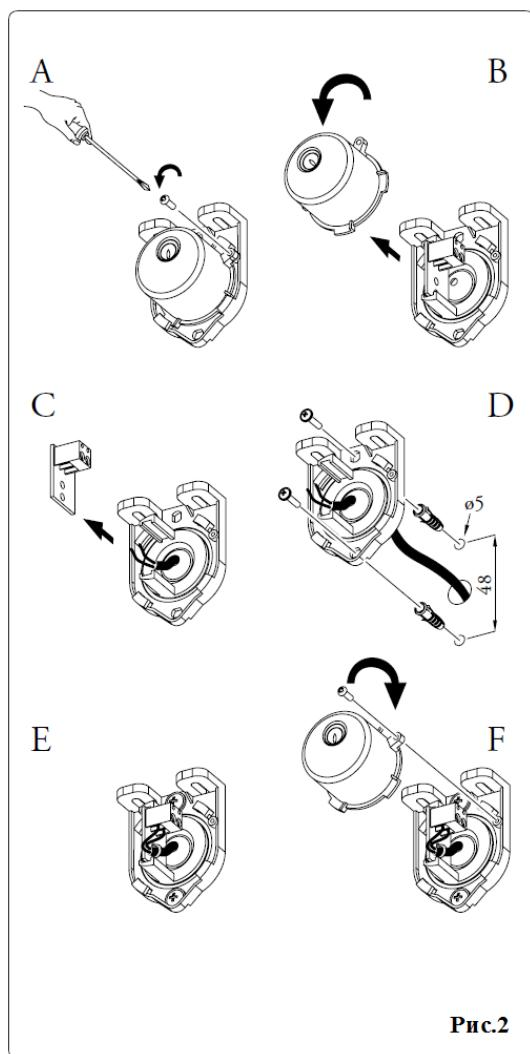

Рис.2
- На Рис. 2 и 3 указаны расстояния между просверленными отверстиями в зависимости от типа установки.